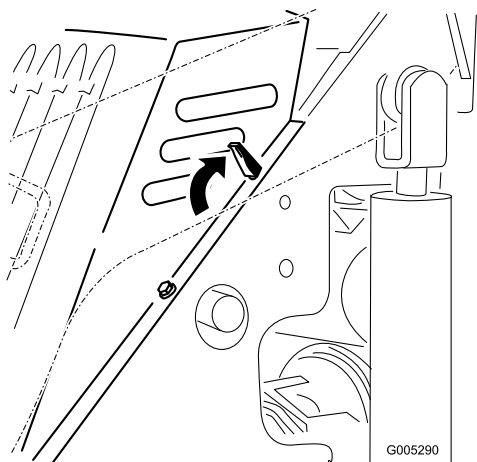

Figura 17
3. Abra las cuatro pestañas de cierre (Figura 17).
1. Coloque el capó encima del bastidor de la unidad de tracción, colocando los pernos del capó en los taladros del bastidor (Figura 17).
2. Fije el capó empujando las pestañas de bloqueo hacia adelante y hacia abajo (Figura 17)